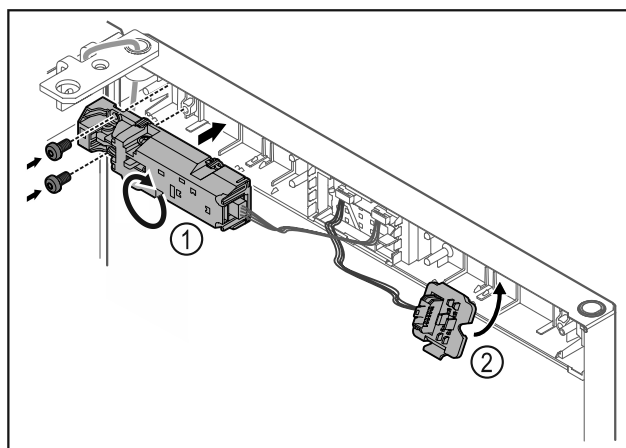

Fig. 21
- Vrid fjärrlåset Fig. 21 (1) 180 grader och sätt fast på den motsatta sidan.
- Tryck fast kontakthållaren Fig. 21 (2) på den motsatta sidan.